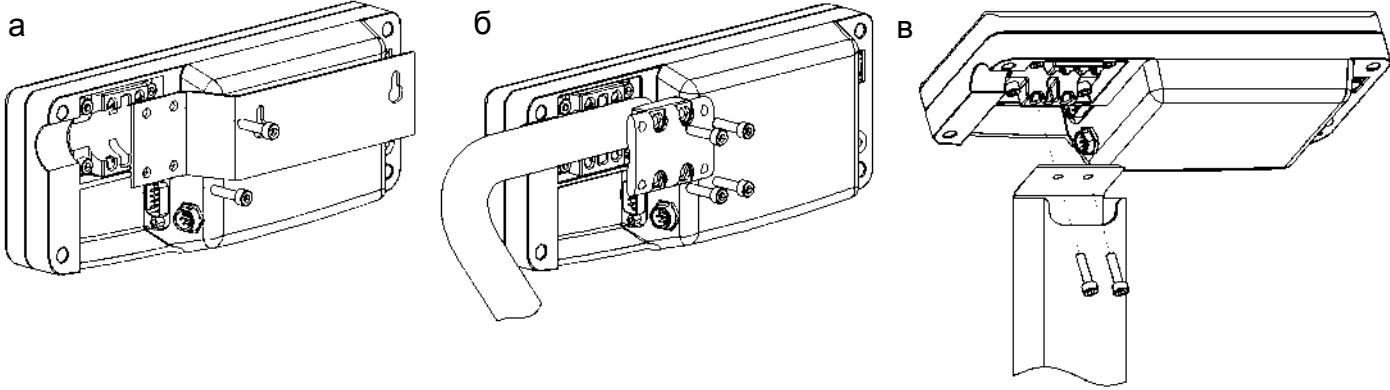

Рисунок 5.4 - Варианты крепления устройства индикации:
- подсоединить двумя винтами M5x20 кронштейн к устройству индикации (рисунок 5.4а);
- закрепить устройство индикации на стойке кронштейном, затянув четыре винта M5x30 с небольшим усилием (рисунок 5.4б). Излишек кабеля заправить в стойку со стороны устройства индикации;
- закрепить двумя винтами M5x20 устройство индикации на стойке (рисунок 5.4в). Излишек кабеля заправить в стойку.